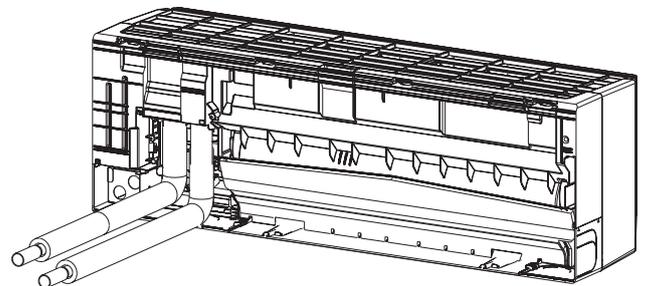

Fig. 3-20
- (8) Fixer les matériaux d'isolation ④ aux parties découpées ③ des cache-tuyaux pour les isoler. (Fig. 3-20)
- (9) Fixer le couvercle de boîtier ①.